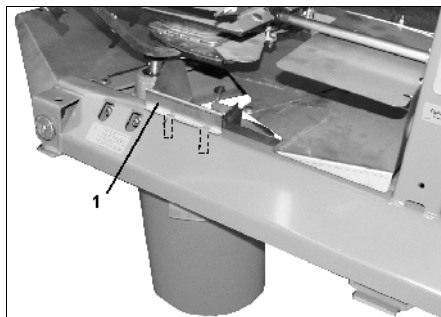

Рис. 33
- Лоток для удобрений (Рис. 33/1) подвесьте на раме.